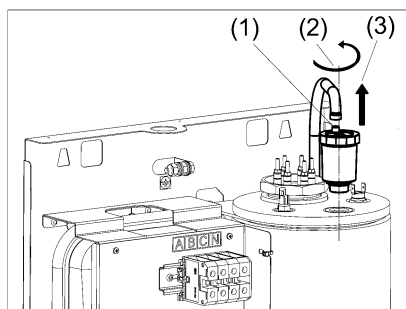

Рисунок 9. Замена воздухоотводчика
- (1) Снимите проволоочный хомут и отсоедините сбросной шланг от (см. рис. 9).
- (2) Выверните воздухоотводчик (против часовой стрелки) из теплообменника.
- (3) Извлеките воздухоотводчик из теплообменника.
- (4) Замените уплотнительное резиновое кольцо (кольцо входит в комплект поставки).
- (5) Вверните по часовой стрелке новый воздухоотводчик.
- (6) Проверьте герметичность резьбового соединения.